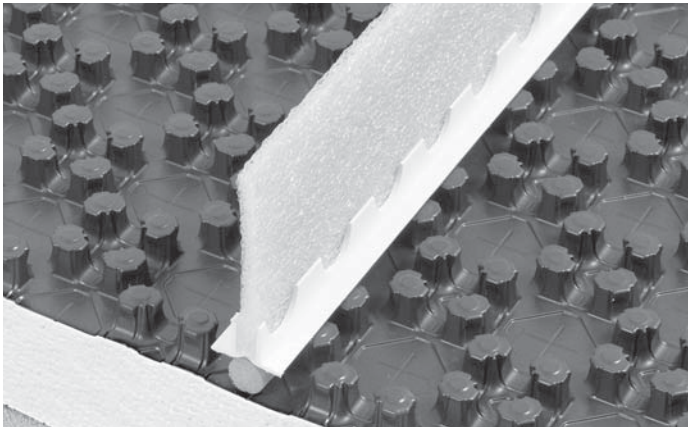

Abb. 1: Rundprofil mit Bewegungsfugenstreifen
- Bewegungsfugen leicht erstellt - mit dem Rundprofil und dem Bewegungsfugenstreifen (Abb. 1). An der Stelle der späteren Bewegungsfuge das Rundprofil eindrücken, den Klebestreifen vom Bewegungsfugenstreifen abziehen und auf das Rundprofil aufkleben. So entsteht schnell und sauber eine Trennung für zwei Estrichfelder.